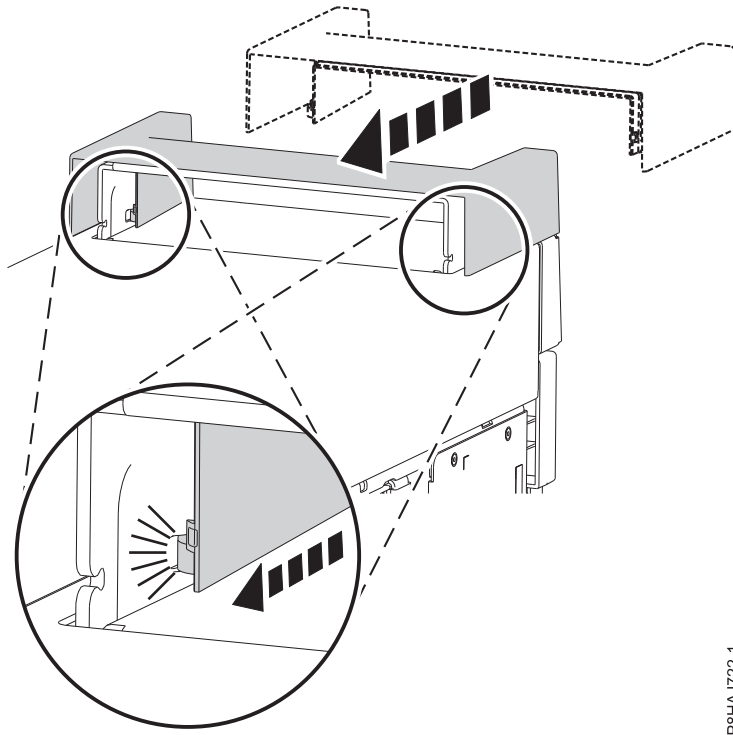

Abbildung 25. Griffabdeckung bei einem eigenständigen System vom Typ 8286-41A befestigen
1. Befestigen Sie die Griffabdeckung an der internen RDX-Andockstation (FC EUA3), indem Sie sie in Richtung der Rückseite des Systems schieben. Siehe Abb. 25.